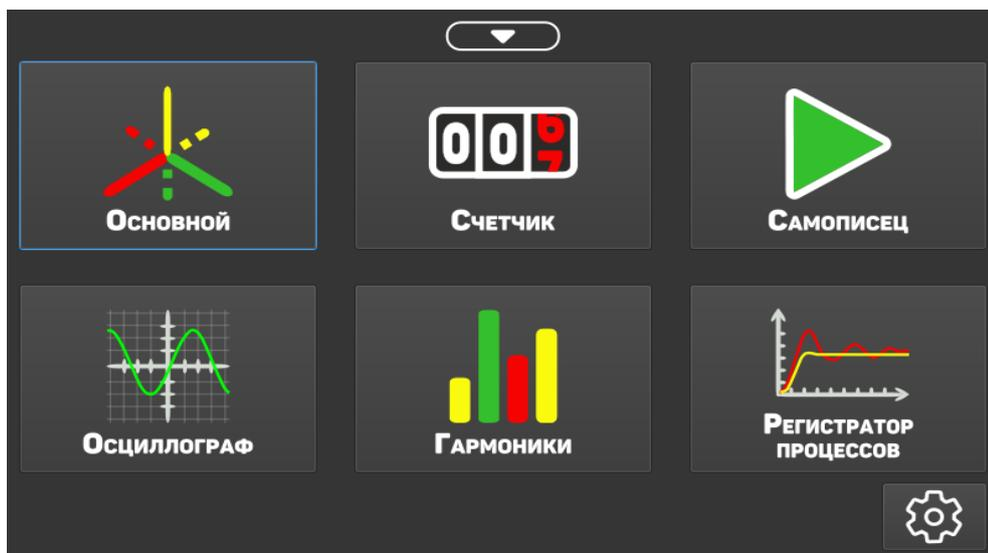

Рис. 4 – Главное меню ВФМ-4
**4.10.5.** После полной загрузки ПО ВФМ-4 на дисплее отображается главное меню (рис. 4).